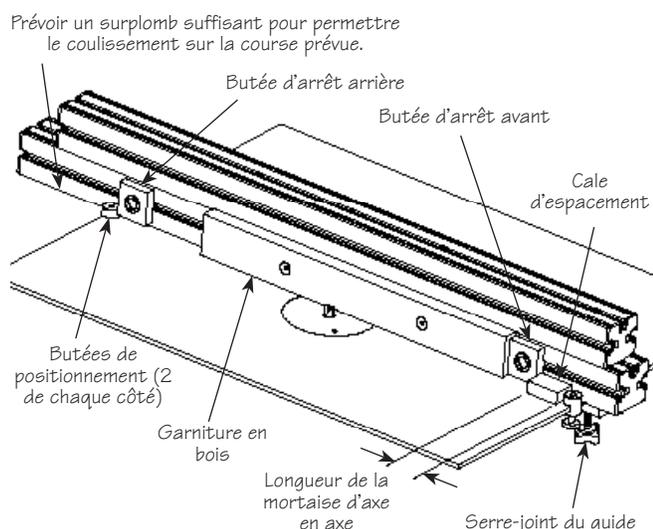

Figure 12: Montage initial pour le mortaisage.
- Coulissez le guide de façon à ce que l'arrière dépasse de la table sur une longueur suffisante pour permettre le coulisement du guide (le minimum étant la longueur totale de la mortaise plus 2 po (50 mm), voir la **figure 12**). Fixez temporairement le guide sur la table dans cette position. Placez une cale d'épaisseur sur la table et venez l'appuyer contre le guide sur la butée de positionnement avant. Desserrez la butée d'arrêt avant et glissez-la vers l'avant afin de coincer la cale d'épaisseur entre celle-ci et la butée de positionnement. Bloquez la butée d'arrêt avant dans cette position.